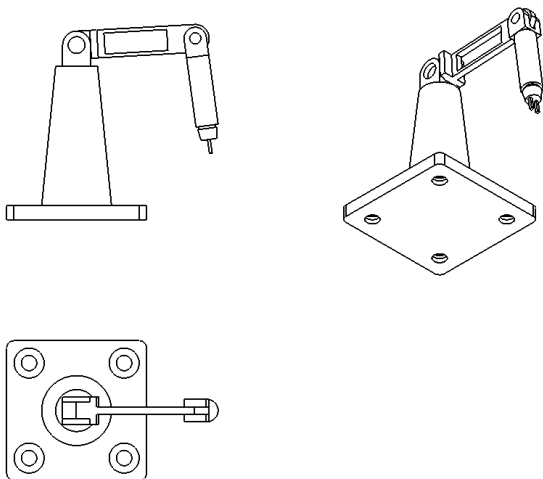

图 12-77 视图模型
(4) 利用同样的方法, 在图形操作窗口放置前视图、左视图, 相对位置如图 12-77 所示。(上视图与其他两个视图有固定的对齐关系。当移动它时, 其他的视图也会跟着移动。虽然其他两个视图可以独立移动, 但是只能水平或垂直于主视图移动。)